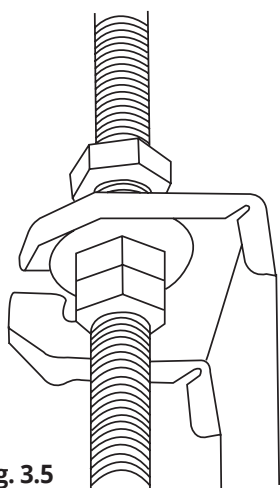

Fig. 3.5
5. Montati unitatea interioara. La acest pas este nevoie de 2 persoane. Introduceti carligele de sustinere in spatiile speciale de pe unitate interioara si fixati-le cu ajutorul saibelor si piulitelor disponibile. (fig 3.5).